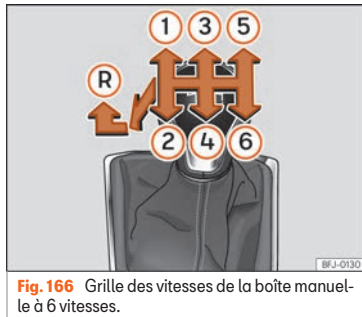

Fig. 166 Grille des vitesses de la boîte manuelle à 6 vitesses.
Les positions des vitesses sont représentées sur le levier de vitesses **fig. 166**.
- Au point mort, appuyez sur le levier de vitesses, déplacez-le complètement vers la gauche puis vers l'avant pour passer la marche arrière **fig. 166** .